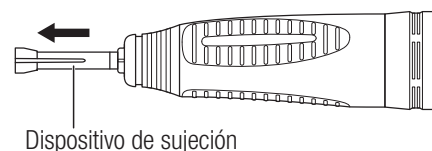

Fig. 9
- 3) Retire el dispositivo de sujeción (Fig. 9).